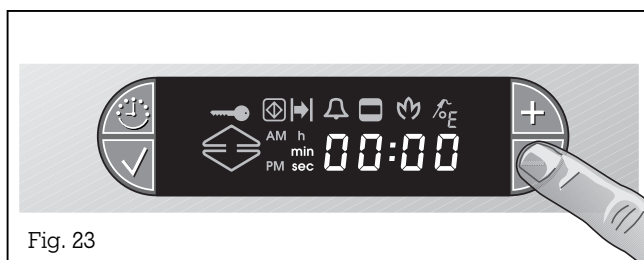

Fig. 23
- L'appareil étant allumé, appuyez sur la touche - (fig. 23).